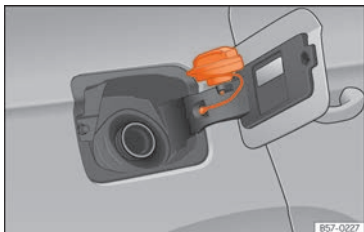

Fig. 204 Tampa do depósito com o tampão encaixado.
- Coloque-a no espaço existente na dobradiça da tampa aberta »» Fig. 204.